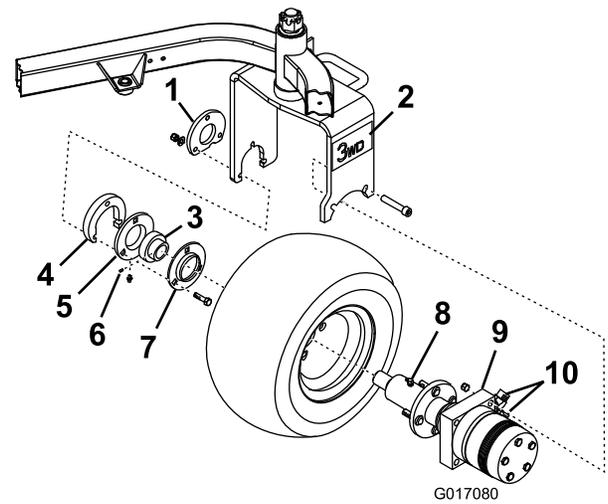

Figura 2
- Monte los 2 acoplamientos (45°) en el lateral del conjunto del motor (Figura 2).
- Retire el engrasador del conjunto de motor y cubo nuevo (Figura 2).
- Introduzca las bridas y el cojinete en el extremo del eje del motor, según se muestra en Figura 2.
- Nota:** Asegúrese de que el motor está orientado con los acoplamientos hidráulicos hacia la parte trasera de la máquina (Figura 2).
- Sujete el motor provisionalmente en el interior de la horquilla con 2 tornillos allen y 2 contratuercas (Figura 2).
Nota: El engrasador debe estar orientado hacia abajo en la brida (Figura 2).
- Aplice una pegatina 3WD en cada lado de la horquilla (Figura 2).